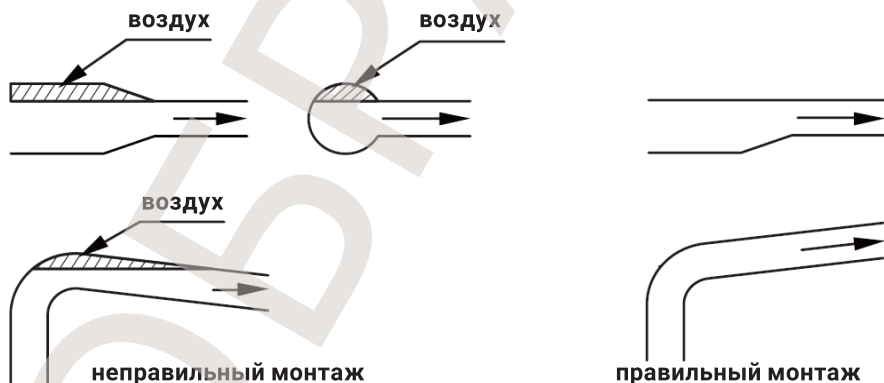

Рисунок 5. Пример монтажа трубопроводов
- при монтаже трубопровода следует избегать образование воздушных карманов (рис. 5);